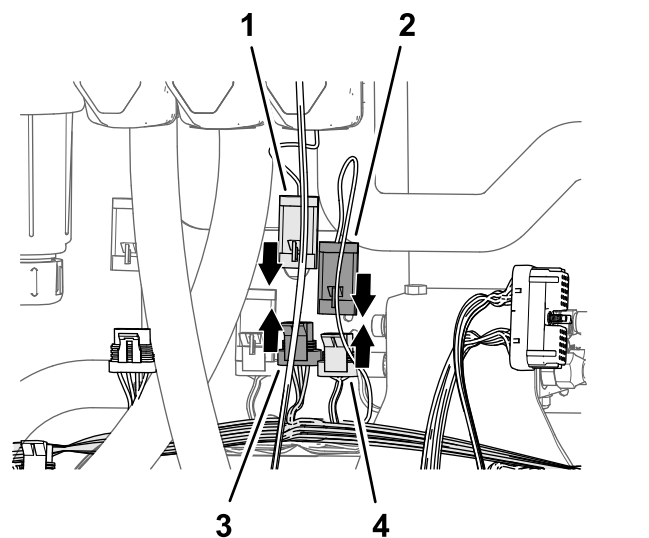

Figura 86
2. Ligue o conector de 3 pinos da secção de cablagem de 89 cm do kit rotulado VÁLVULA PRINCIPAL (master valve) ao conector de três tomadas da cablagem da máquina rotulado VÁLVULA DO PULVERIZADOR PRINCIPAL (master spray valve) (Figura 86).
cablagem do kit rotulada VÁLVULA PRINCIPAL (master valve) (Figura 86).